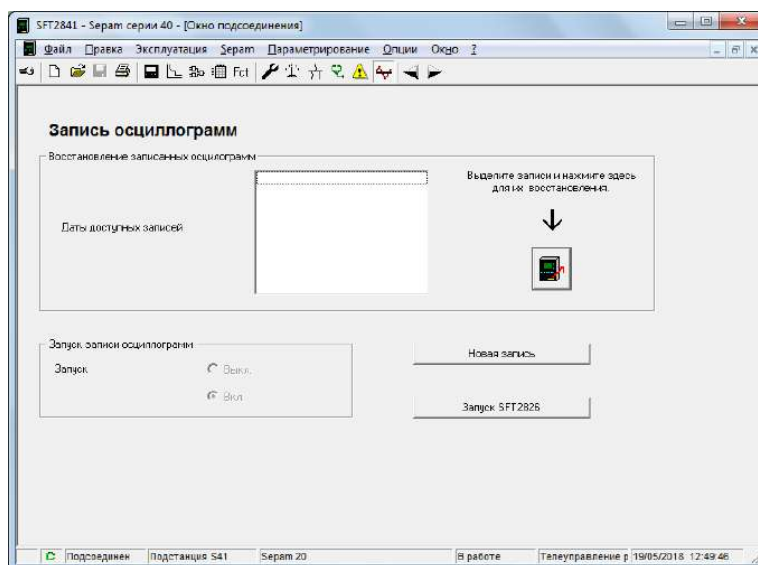

Рисунок 4.11 – Окно «Запись осциллограмм»
15. В окне программы SFT2841 перейти на вкладку «Запись осциллограмм» (рис. 4.11), выбрать из списка осциллограммы возникновения больших токов и нажатием на кнопку по стрелке выгрузить осциллограммы в папку с отчетом по работе.